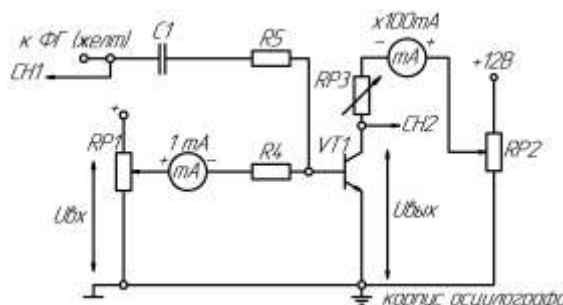

Рисунок 21 - Схема для исследования усилительного каскада
1) Собрать схему для исследования усилительного каскада в соответствии с рис. 21. Резистор RP3 установить в 200. Подключить канал CH1 осциллографа ко входу усилителя, а канал CH2 к выходу усилителя. Включить временную развертку осциллографа. Включить функциональный генератор и установить синусоидальный сигнал частотой 50 Гц, уменьшить сигнал до нуля регулятором амплитуды функционального генератора. Переключить входы CH1 осциллографа на положение «вход закорочен». Включить питание стенда. При токе  $I_b = 0$  установить на потенциометре RP2 = 2 и далее не изменять его при всех экспериментах (не трогать ручку потенциометра RP2);